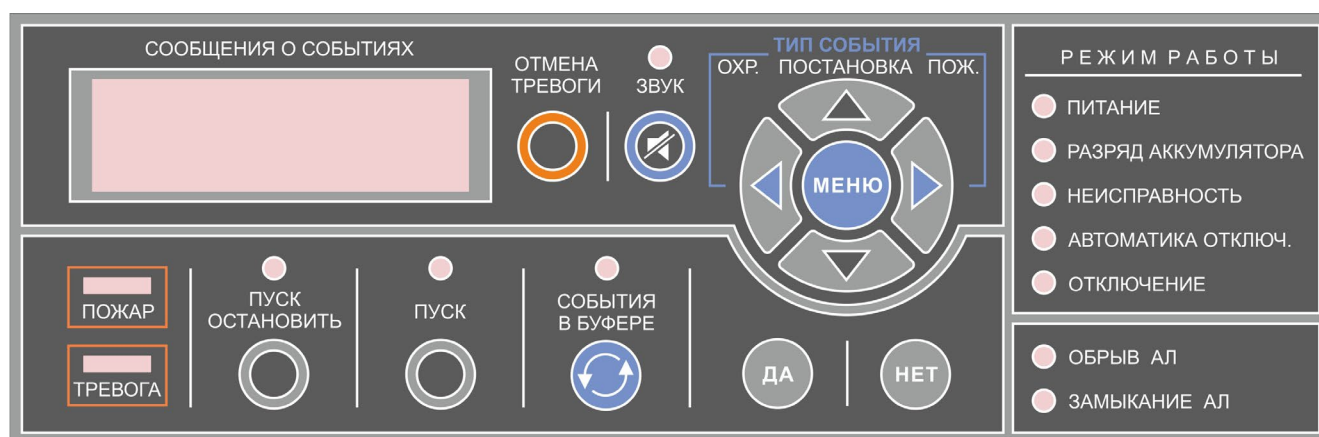

Рис.38. Органы управления и индикации АПКП «Юнитроник 496М».
5.1. Органы управления и индикации АПКП «Юнитроник 496М» показаны на рис.38.